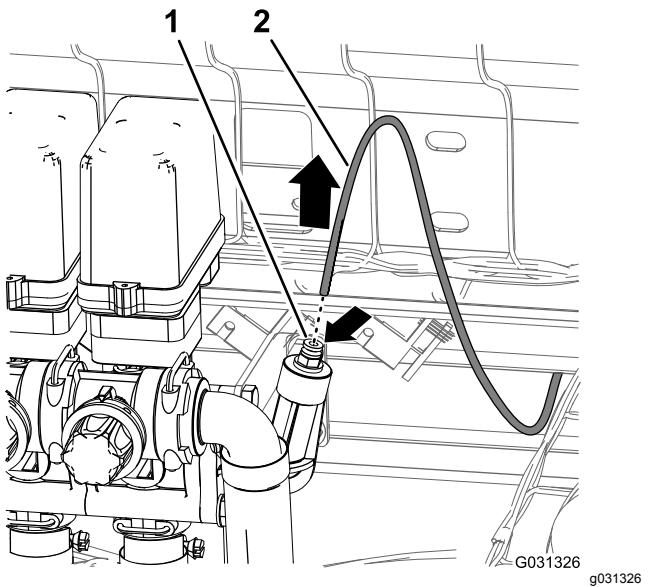

Bild 42
1. Drücken Sie den Stellring für die Schlauchkupplung in den Druckanschluss an der rechten Seite des rechten Auslegerabschnittventils hinein (Bild 42).
2. Ziehen Sie den Druckmessschlauch für das Messgerät am Armaturenbrett aus der Schlauchkupplung (Bild 42).